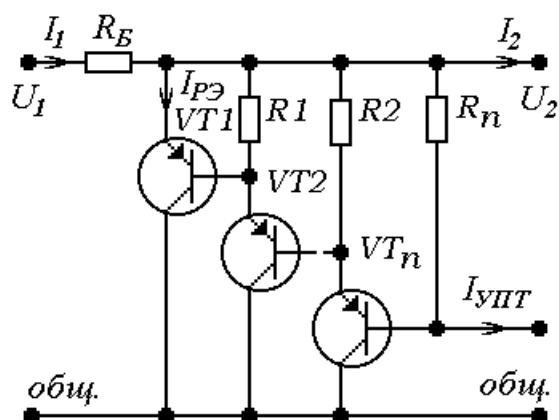

Рис.9. Вариант 9
$$U_{1ном} \geq \frac{1.2U_{2ном}}{1 - \delta_1 - q_1}, \text{ для рис. 9, 10.} \quad (3)$$
$$U_{K1} = U_{2ном}, \text{ для рис. 9, 10.} \quad (5)$$
$$R_B \leq \frac{(1 - \delta_1 - q_1)U_{1max} - U_{2ном}}{I_{2ном}}, \text{ для рис. 9, 10.} \quad (6)$$
$$I_{PЭmax} = \frac{(1 + \delta_1)U_{1ном} - U_{2ном}}{R_B}, \text{ для рис. 9, 10.} \quad (8)$$
$$R_l \leq \frac{\sum_{i=1}^l U_{BЭ_i}}{I_{KO_l}}, l=1...(n-1), \text{ для рис. 9, 10.} \quad (13)$$
$$R_i = R_B, \text{ для рис. 9, 10.} \quad (26)$$